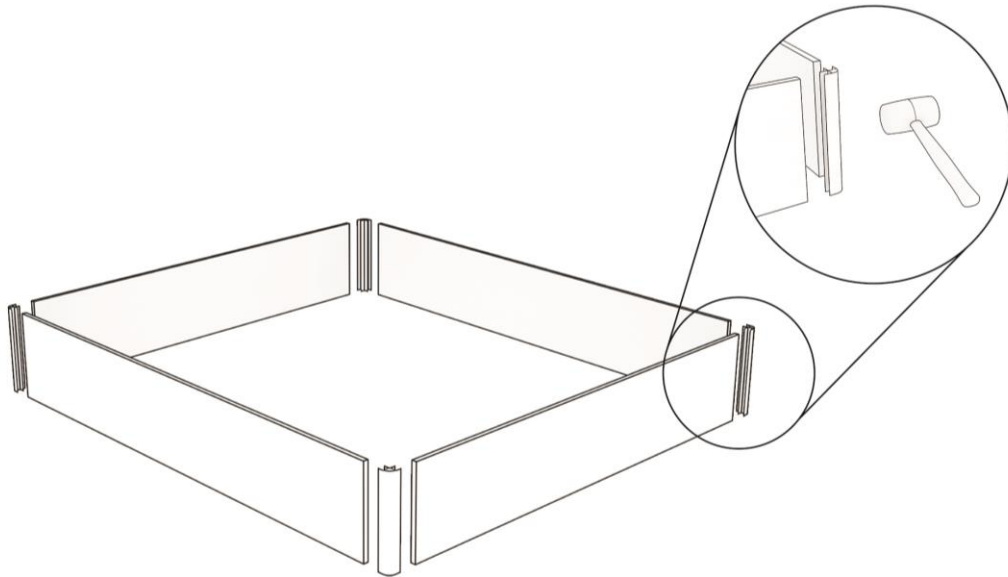

Abbildung 1: Festhämmern der Seiten-, Kopf- und Fußleisten an den Eckstücken.
Schritt 1. Nehmen Sie die Leisten der Längsseiten (längere Leisten) sowie des Kopf- und Fußendes des Bettes (kürzere Leisten) und positionieren Sie diese wie in Abbildung 1 dargestellt. Achten Sie darauf, dass die Leisten in einem Winkel von 90° Grad rechtwinklig zueinander stehen und schlagen Sie mit einem Gummihammer auf die Eckstücke der Leisten.